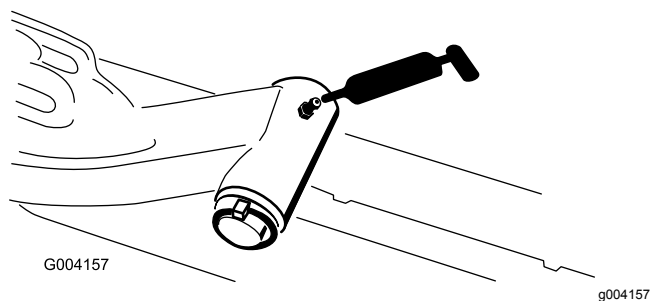

Figure 64
- Axe de pivot des bras de levage (1 chacun) (Figure 64)